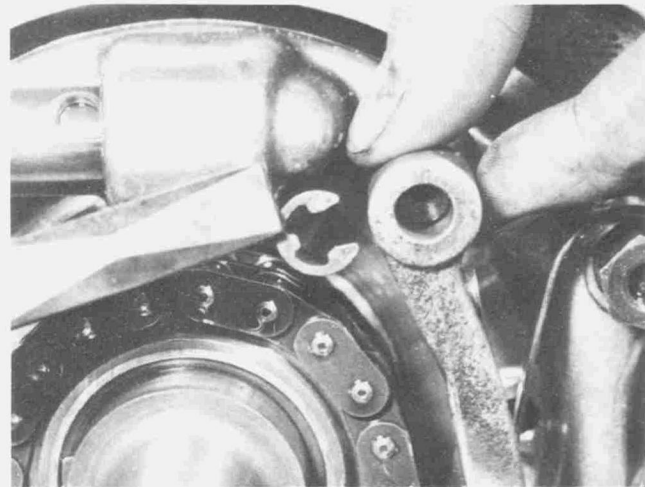
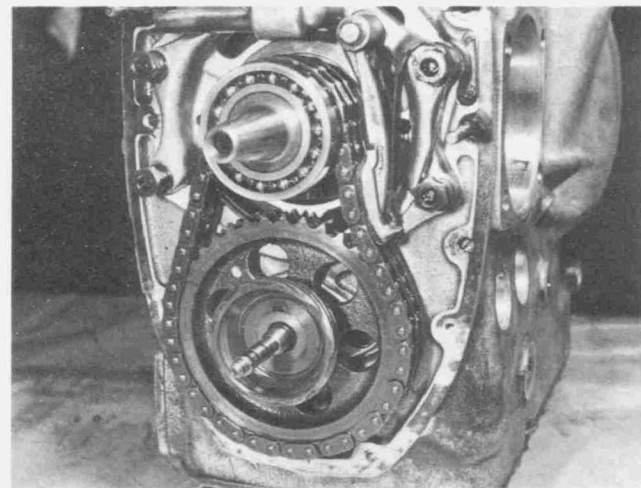

Bild 39
Bild 40
- Den Kettenspanner-Sicherungsring abnehmen (Bild 39), die Kettenspanner-Feder zurückdrücken und den Kettenspanner-Gleitschuh abnehmen (Bild 40).